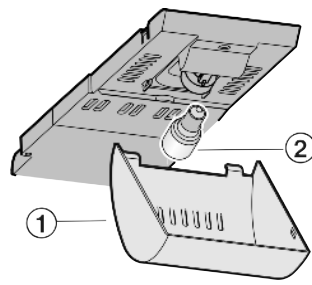

Fig. 12
- ▶ Saisir le recouvrement Fig. 12 (1) devant et le faire déclipeter derrière.
- ▶ Remplacer l'ampoule Fig. 12 (2).
- ▶ Remettre en place le recouvrement Fig. 12 (1).